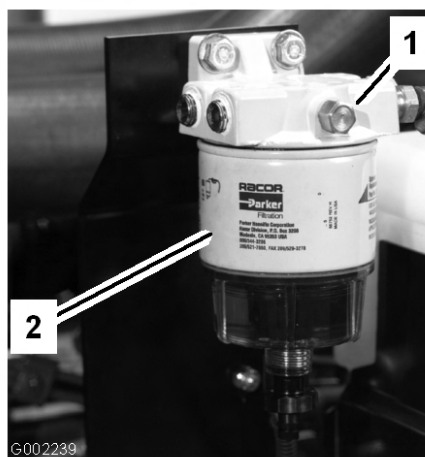

Figura 42
3. Aprite il tappo di sfiato sul separatore di carburante/condensa (Figura 42)